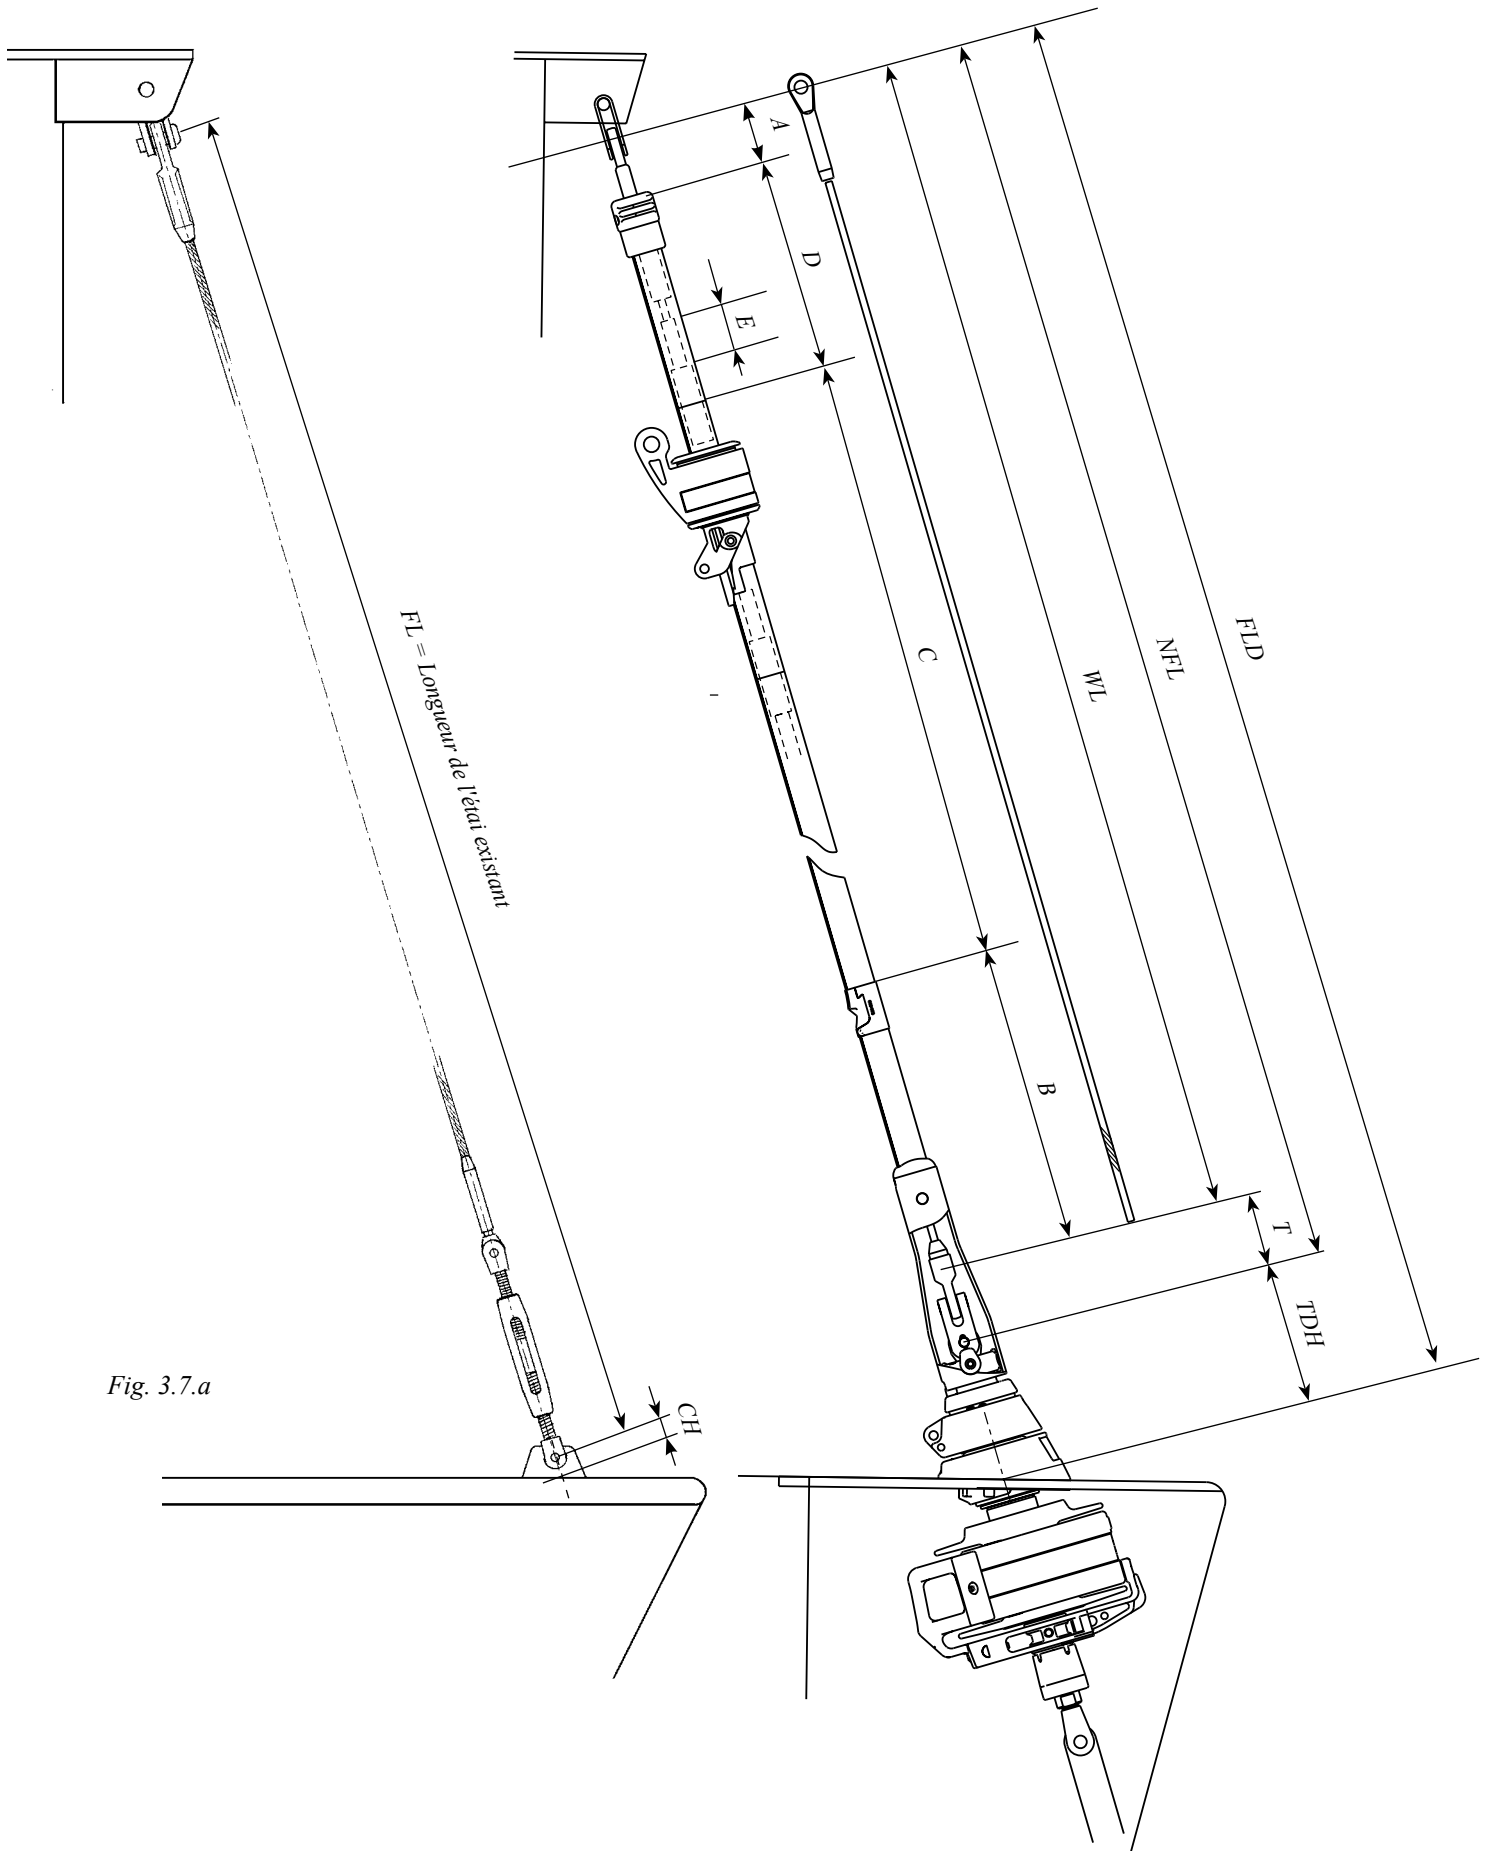

Fig. 3.7.a
5. Enlevez l'étau. Mesurez la distance entre le niveau du pont et le trou d'axe de chape dans la cadène d'étau (voir fig. 3.7.a) et inscrivez cette valeur dans le tableau 3.6.1.